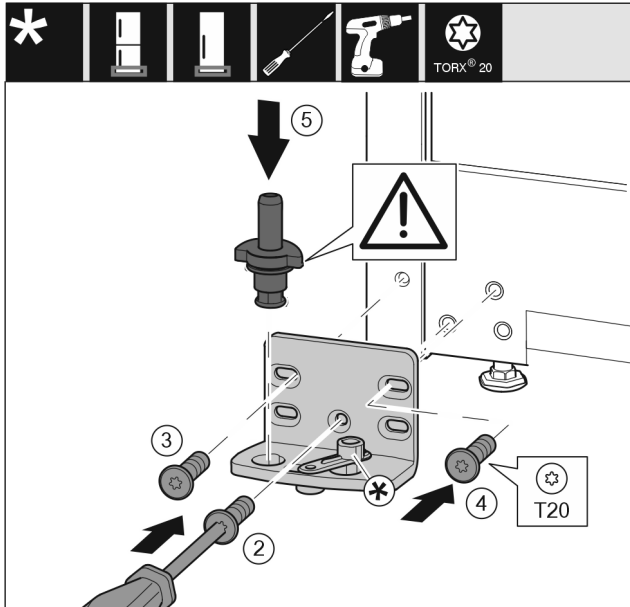

Fig. 15
- ▶ Colocar el soporte de apoyo en el otro lado y atornillarlo con la ayuda de un destornillador T20. Empezar por el tornillo 2 en la parte inferior central. *Fig. 15 (2)*
- ▶ Apretar los tornillos 3 y 4. *Fig. 15 (3,4)*
- ▶ Introducir totalmente el perno de apoyo. Asegurarse de que el saliente de retención mire hacia atrás. *Fig. 15 (5)*